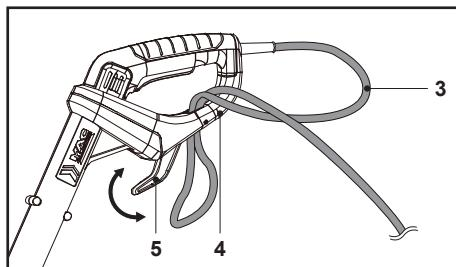

Fig. 2
- Rode o recipiente de cabo (rotativo) (5) e certifique-se de que a ponta do recipiente de cabo (rotativo) (5) está virada para a frente.
- Dobre o cabo de alimentação (3) para trás, a cerca de 60 cm da proteção de alimentação, e insira-o pelo orifício da proteção traseira (4). Passe-o sobre o retentor de cabo (5) e puxe o cabo de alimentação (3) com cuidado para garantir que está bem seguro (Fig. 2, 3).